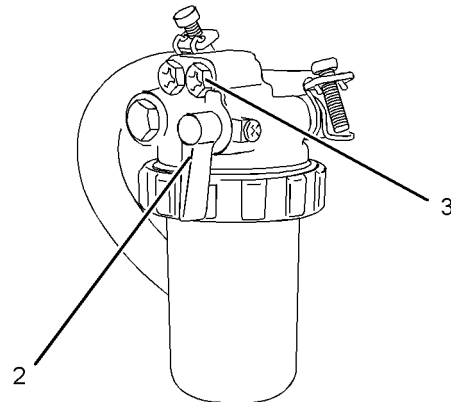
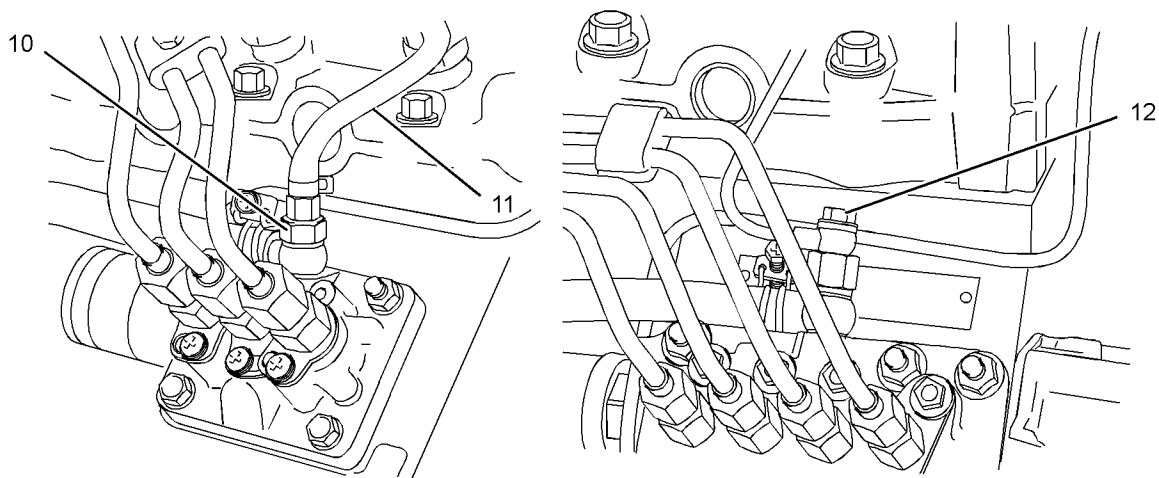

Abbildung 50
Abbildung 54
1. Prüfen, dass das Kraftstoffventil (2) des Kraftstoffgehäusefilters in Position ON steht. Siehe Abbildung 50.
3. Handentlüftungspumpe (6) betätigen. Wenn keine Luftblasen mehr im ausfließenden Kraftstoff vorhanden sind, die Entlüftungsschraube schließen.
4. Verbindung (10 oder 12) an der Kraftstoffeinspritzpumpe lösen. Siehe Abbildung 54.
3. Leitungsmontierte Entlüftungspumpe (7) betätigen. Wenn keine Luftblasen mehr im ausfließenden Kraftstoff vorhanden sind, die Entlüftungsschraube schließen.
3. Die elektrische Entlüftungspumpe (8) betätigen. Wenn keine Luftblasen mehr im ausfließenden Kraftstoff vorhanden sind, die Entlüftungsschraube schließen. Elektrische Entlüftungspumpe ausschalten.
3. Kraftstoffförderpumpe (9) betätigen. Wenn keine Luftblasen mehr im ausfließenden Kraftstoff vorhanden sind, die Entlüftungsschraube schließen. Kraftstoffförderpumpe ausschalten.